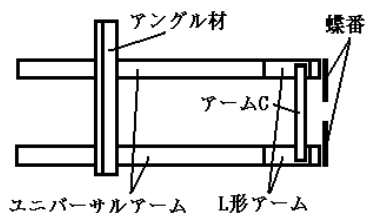

図 3 装着部の簡略図
②ユニバーサルアームは長くていいのですが、短い方が使いやすいので座標(10,0)で 2 本とも切断してしまいます。切断後は長い方を使用します。
③図 3 のように、ユニバーサルアームの端に 3×10mm 丸ビスと 3mm ナットを用いて L 形アームを取り付けます。これをアーム 2 本とも行います。
④L 形アームと L 形アームをアーム C で固定し